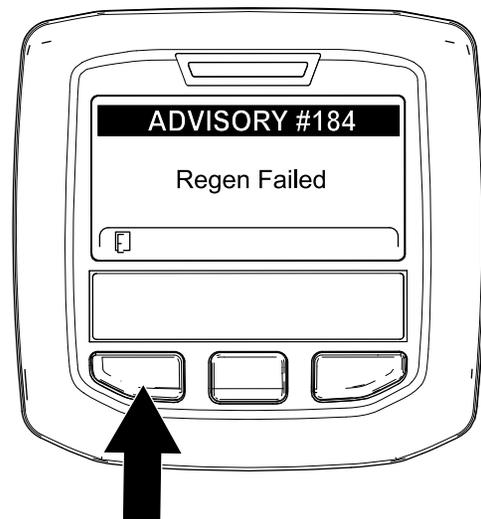

Figure 59
- Remarque:** Si la régénération échoue, l'InfoCenter affiche Advisory #184 (avis n° 184) (Figure 59). Appuyez sur le bouton gauche pour quitter l'écran d'accueil.